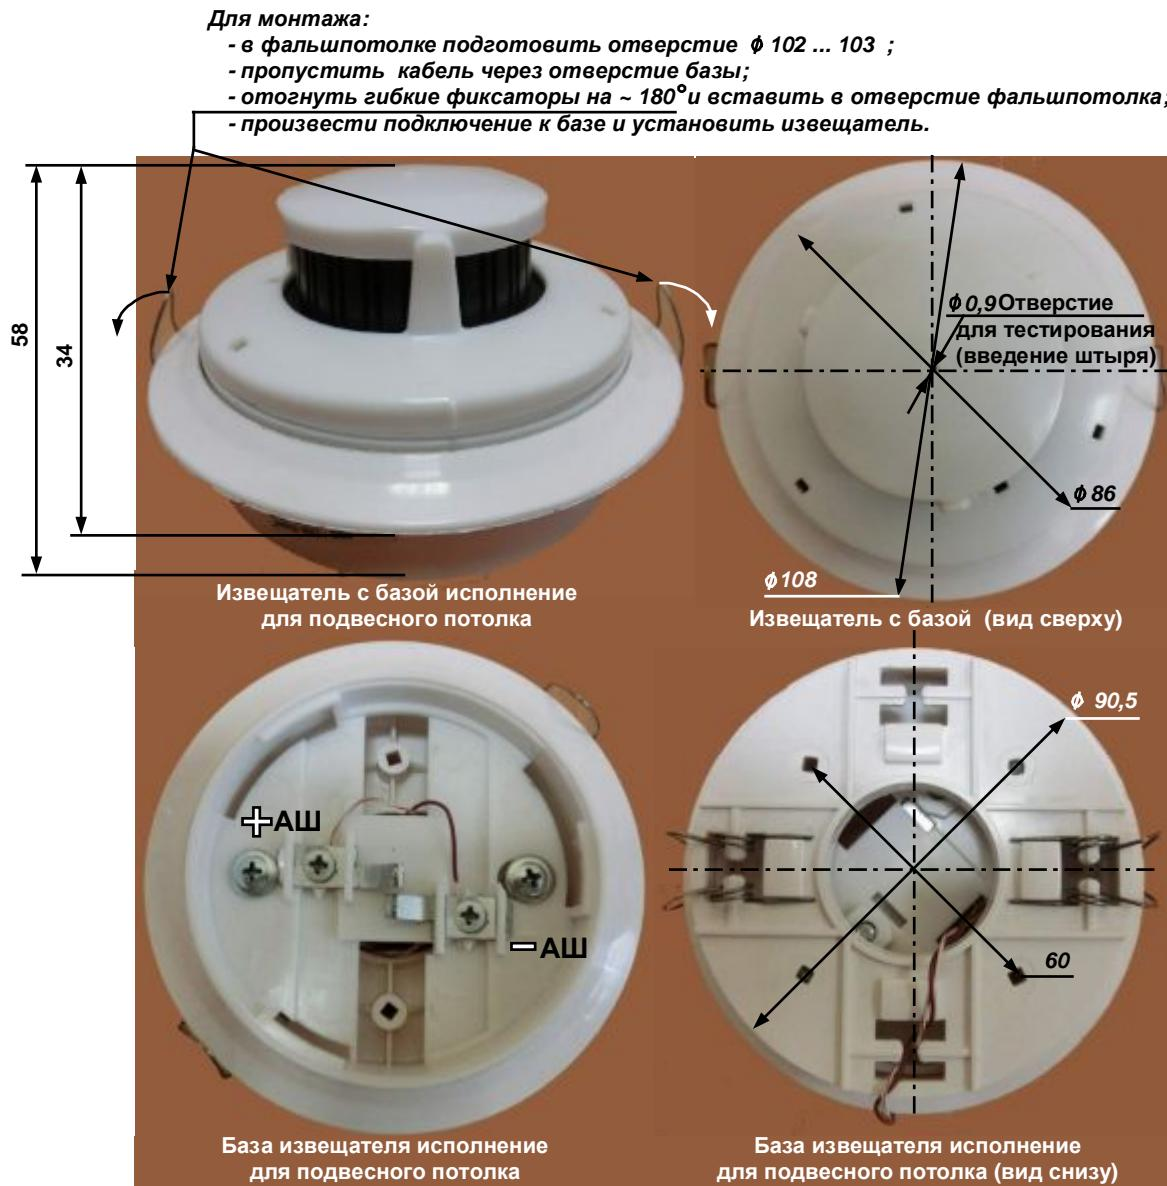
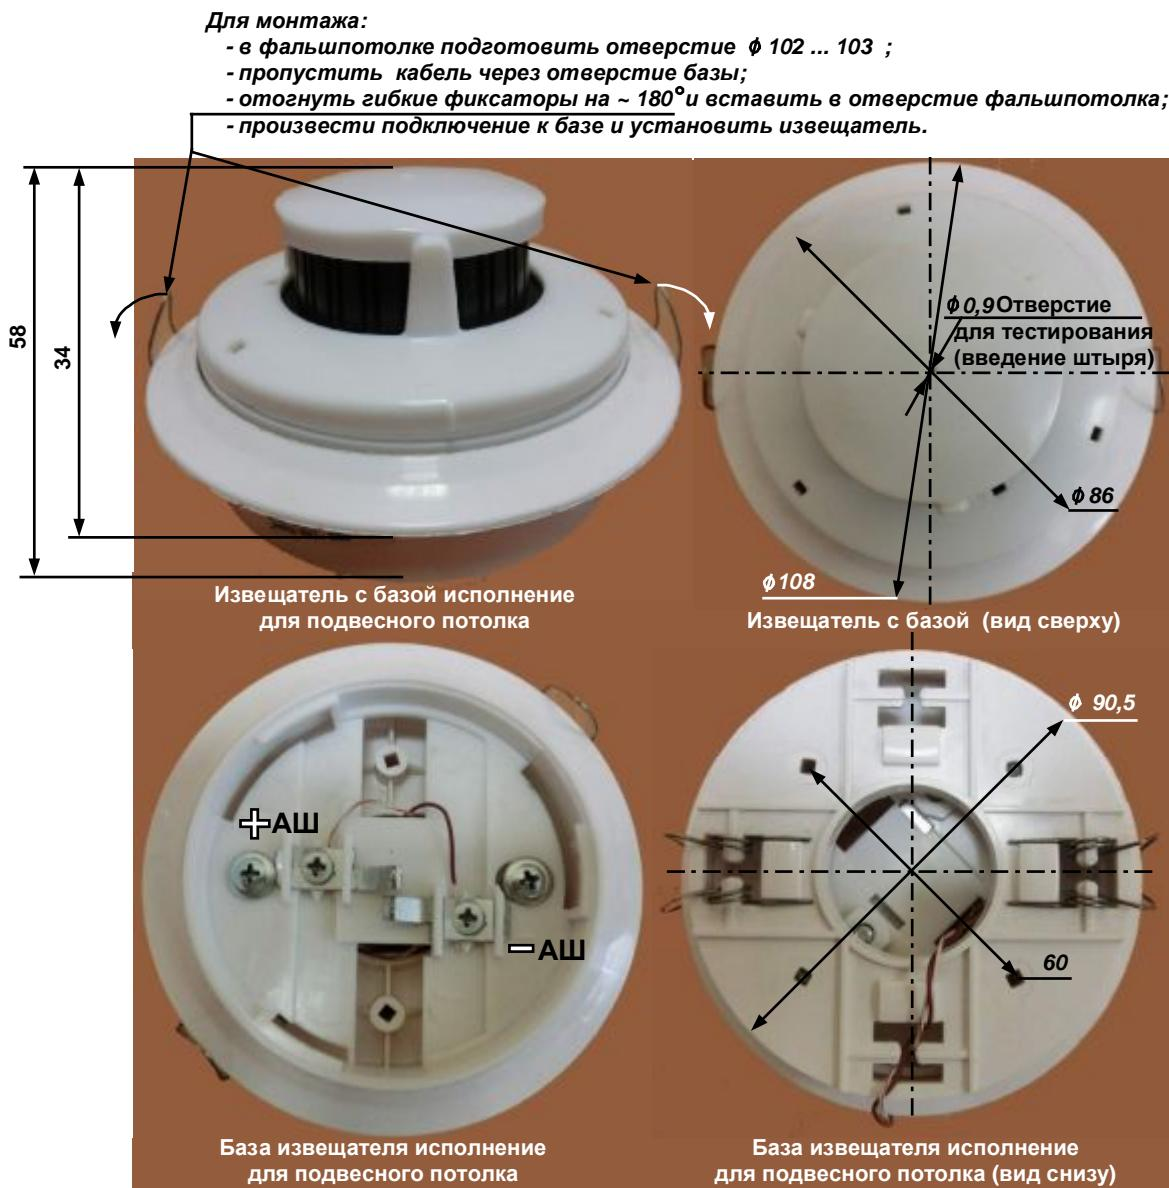

Рис. 2 АЗДПИ «Рубикон» (блок извещателя, база). Габаритные и присоединительные размеры.
Рис. 3 АЗДПИ «Рубикон» (блок извещателя, база для подвесного потолка). Габаритные и присоединительные размеры.
Конструктивно извещатель состоит из базы и блока извещателя (см. Рис. 2, Рис. 3). Корпуса базы и блока извещателя выполнены из ударостойких материалов.
Основные размеры извещателя и баз, включая присоединительные, приведены на Рис. 2, Рис. 3.
Основные размеры и отверстие для монтажа варианта “база, исполнение для подвесного потолка” приведены в Рис. 3.
- проверить имитацию пожара. Проверка проводится путем введения штыря длиной ~ 23 мм и диаметром меньше или равным 0,9 мм в отверстие (см. Рис. 2, Рис. 3) для обеспечения рассеивания света. Максимальный сигнал достигается при введении перпендикулярно плоскости основания до упора а затем выдвижении обратно на 2..3 мм. В качестве штыря можно использовать канцелярскую скрепку диаметром менее 0,9 мм, желательно изогнув ее так, чтобы она входила в извещатель на длину ~ 22 … 23 мм.